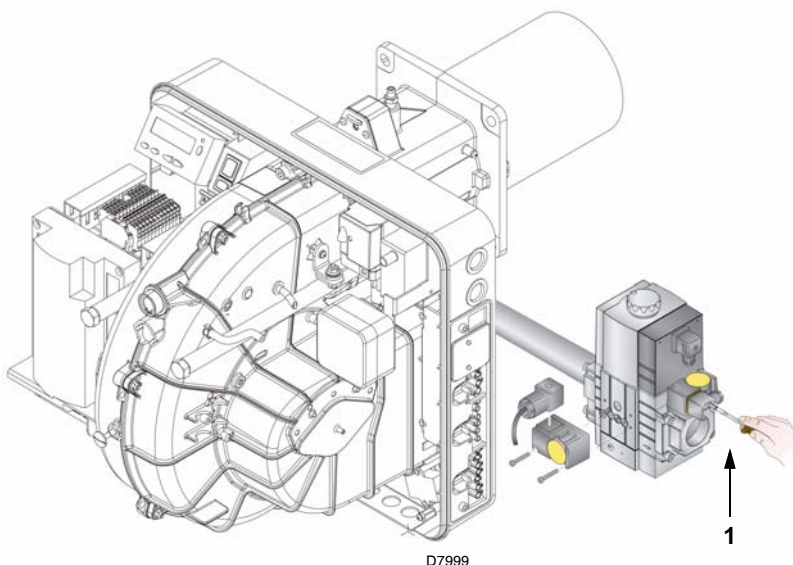

Fig. 26
- Controlar la presión de la alimentación de gas conectando un manómetro en la toma de presión 1)(Fig. 26) del presostato gas de mínima: debe ser inferior a la presión máxima permitida de la rampa de gas, que figura en la placa de características.
- Purgar el aire de la tubería de la rampa de gas conectando un tubo de plástico en la toma de presión 1)(Fig. 26) del presostato gas de mínima: Llevar hacia el exterior del edificio el tubo del purgado, hasta que se huela el gas.